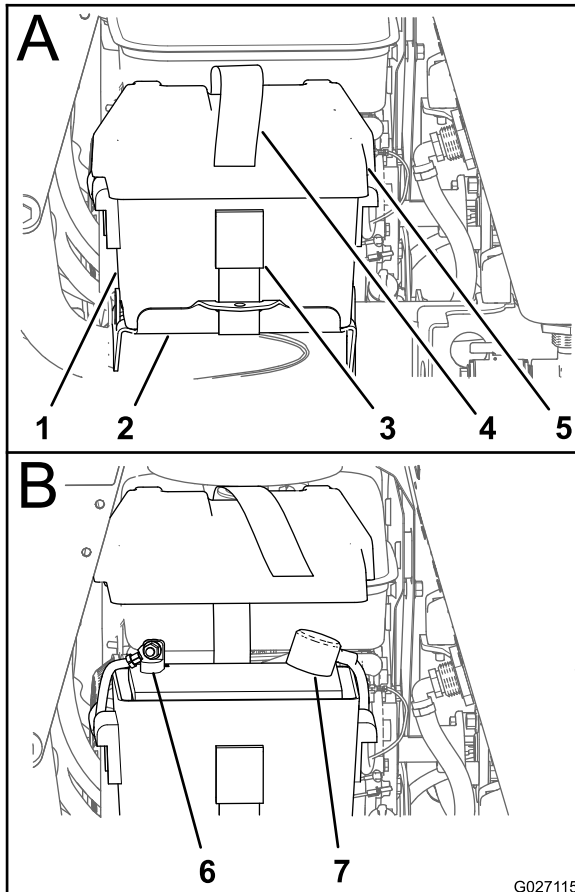

図 3
1. バッテリーボックスからバッテリーカバーを取り外す 図 3。
2. プラスケーブルをバッテリーのプラス+端子に取り付け、フランジボルトとフランジナットで固定する 図 3。
3. マイナスケーブルをバッテリーのマイナス-端子に取り付け、フランジボルトとフランジナットで固定する 図 3。
4. バッテリーカバーをバッテリーボックスに合わせ、ストラップでトレイに固定する 図 3。